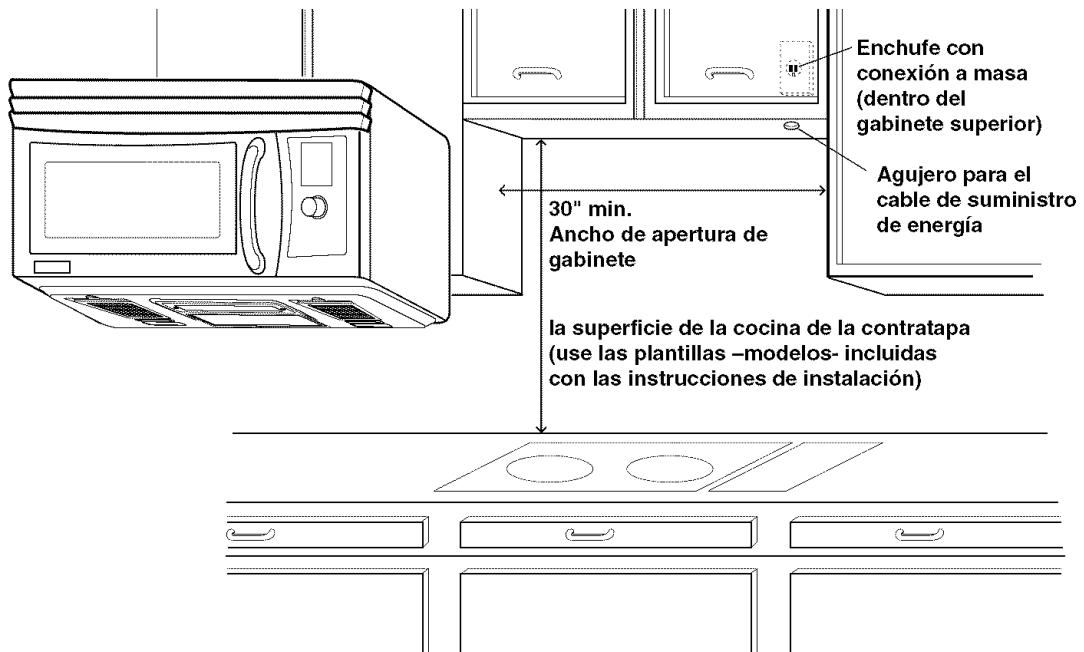

Figura 4
- ASEGÚRESE que tiene espacio suficiente. Vea la **Figura 4** abajo para informarse del mínimo de holgura vertical y horizontal.